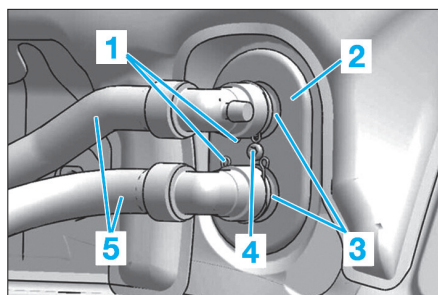

Fig. 22
- A l'aide d'outil de pincement, pincer les durits (5) (Fig.22).